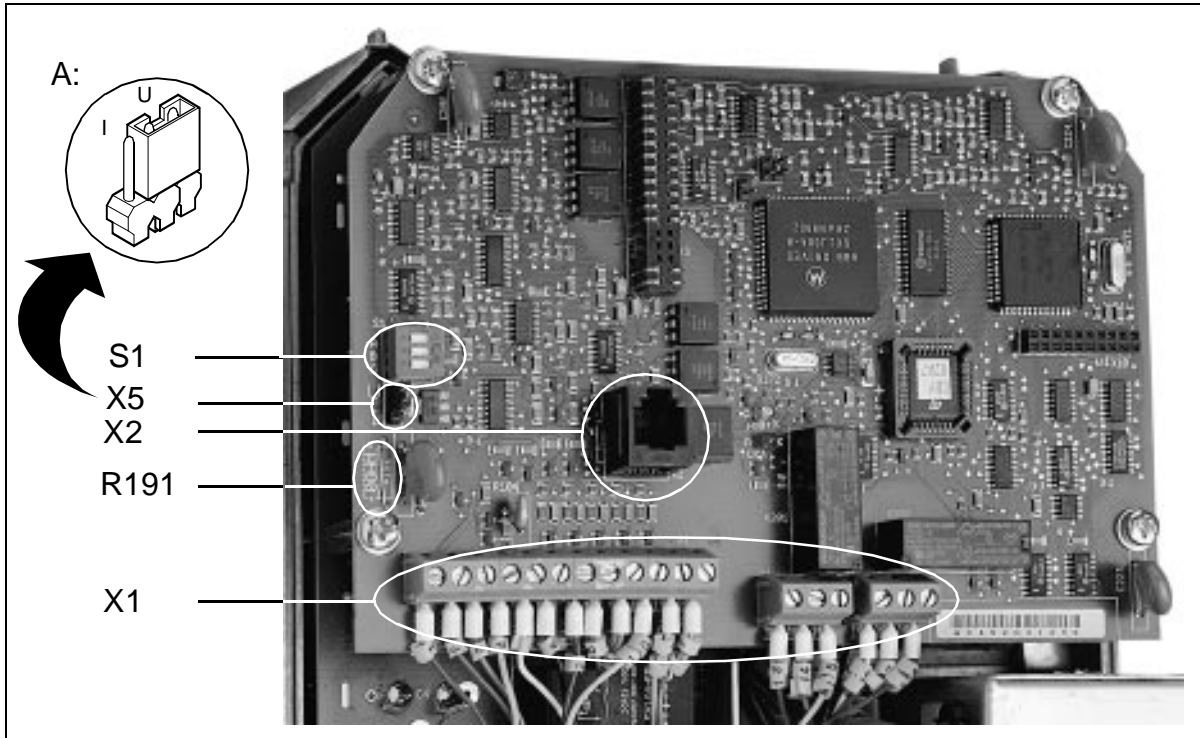

Figure 4-1 Carte de commande.
Le signal d'entrée analogique est sélectionné au moyen du cavalier X5. Cf. le détail A de la figure 4-1 où I = courant 0 (4) mA à 20 mA et U = tension 0 (2) V à 10 V.
1) Cf. figure 4-1 "Carte de commande." page 26 pour la sélection des références de tension et de courant.